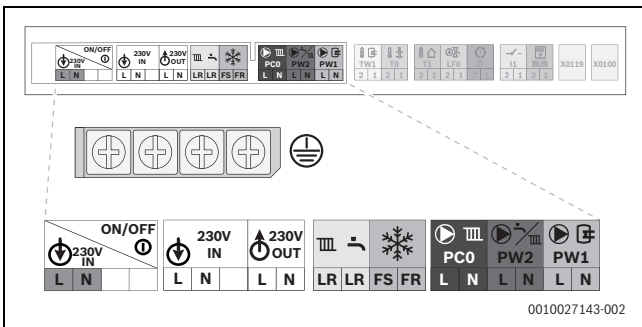
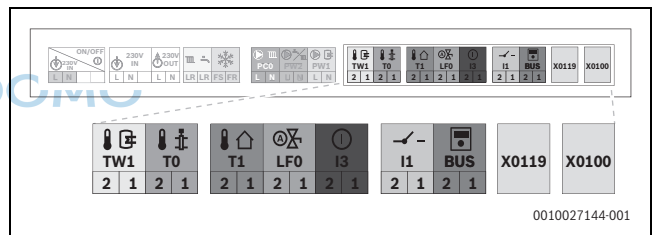

Bild 133 Netzspannungsbereich: Klemmleiste
Bild 134 Niederspannungsbereich: Klemmleiste
- ▶ Kabel an der Klemmleiste für externes Zubehör (→ Bild 133 und Bild 134) anschließen.